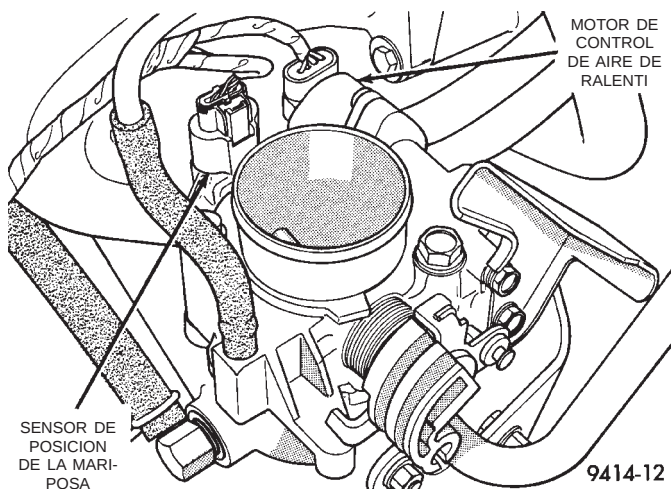
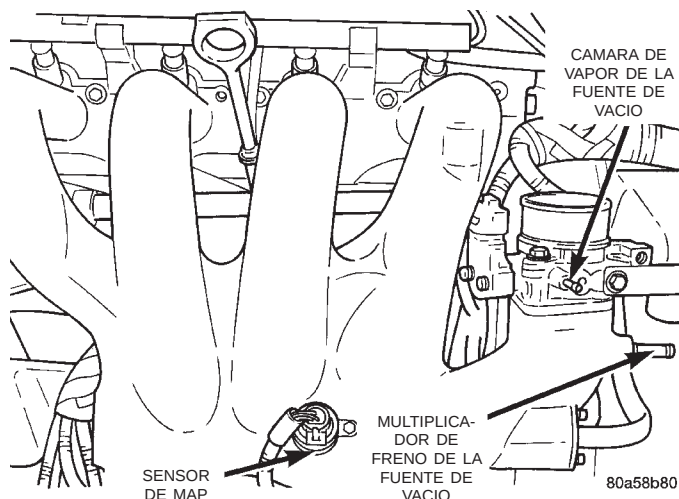
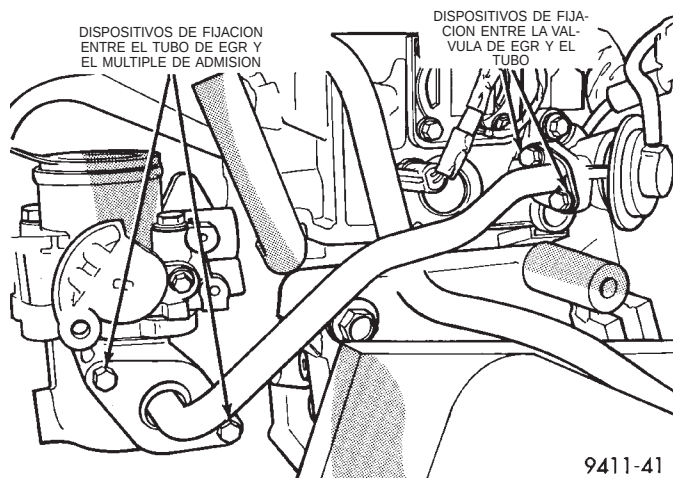

Fig. 23 Conectores de cableado del motor de control de aire de ralentí (IAC) y sensor de posición de la mariposa del acelerador (TPS)
Fig. 25 Presión absoluta del múltiple (MAP), manguera de la cámara de vapor y manguera del multiplicador del freno
Fig. 26 Conjunto de tubo—característico
(1) Apoye la transmisión en el gato para transmisiones.
(2) Retire los tres pernos verticales (A), situados entre el soporte y la transmisión (Fig. 25).
(3) Retire los dispositivos de fijación (B) del soporte al larguero de bastidor y retire el soporte (Fig. 25).
(6) Retire los cables de mariposa y de control de velocidad de la manija de admisión y soporte. Para informarse sobre los procedimientos, consulte el grupo 14, Sistema de combustible.
(7) Desconecte los conectores de cableado del motor de control de aire de ralentí (IAC) y del sensor de posición de la mariposa del acelerador (TPS) (Fig. 23).
(9) Desconecte el conector eléctrico de la temperatura de aire de admisión. Desconecte las mangueras de la bomba de detección de fugas y la ventilación positiva del cárter (PCV) (Fig. 25).
(10) Retire los dispositivos de fijación que están en el cuerpo de la mariposa del acelerador y que fijan el soporte entre el transeje y el cuerpo de mariposa; afloje el dispositivo de fijación en el extremo del transeje.
(11) Retire los pernos del tubo de EGR situados en la válvula y en el múltiple de admisión (Fig. 26). Retire el tubo del motor y deseche las juntas.
(6) Conecte el conector eléctrico de la presión absoluta del múltiple (MAP), la manguera de la cámara de vapor y la manguera del multiplicador de freno (Fig. 25).
(7) Conecte los conectores eléctricos del sensor de golpe y del relé del motor de arranque. Conecte el mazo de cableado a el del múltiple de admisión.
(8) Conecte los conectores de cableado del motor de control de aire de ralentí (IAC) y el sensor de posición de la mariposa (TPS) (Fig. 23).
(9) Instale los cables de la mariposa del acelerador y del control de velocidad en el soporte. Conecte los cables a la manija de admisión. Para informarse sobre el procedimiento de instalación del cuerpo de mariposa, consulte el grupo 14, Sistema de combustible.
(10) Emplace juntas nuevas en el tubo de EGR y ensamble este tubo sin apretarlo sobre la válvula y el múltiple de admisión (Fig. 26). Apriete primero los dispositivos de fijación del tubo en la válvula de EGR con una torsión de 11 N·m (95 lbs. pulg.). A continua-